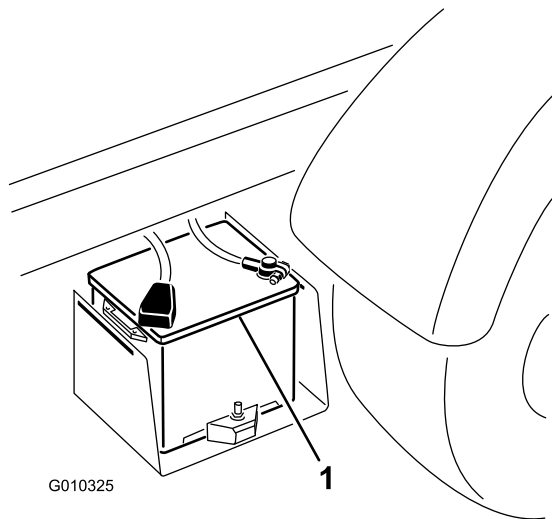

図 48
2. 2 台のバッテリーのプラス (+) 端子同士をブースタケーブルでつなぐ(図 48)。端子を必ず確認すること； バッテリーカバーの「+」の印で確認できることが多い。